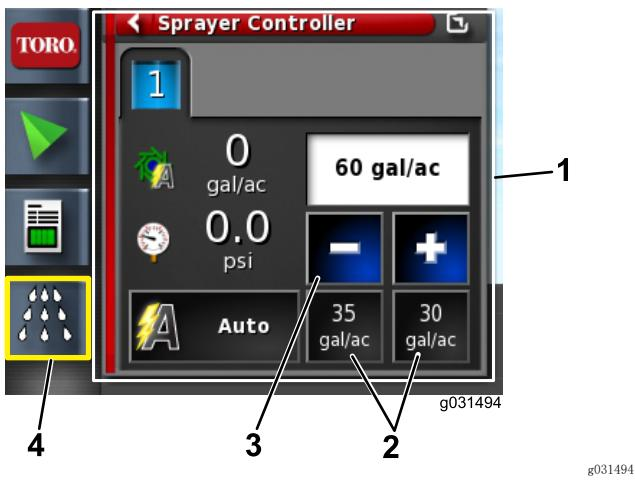

图15
4. 如果喷洒率错误，请选择预设喷洒率以递增方式更改，或选择当前喷洒率，手动输入喷洒速度（图15）。